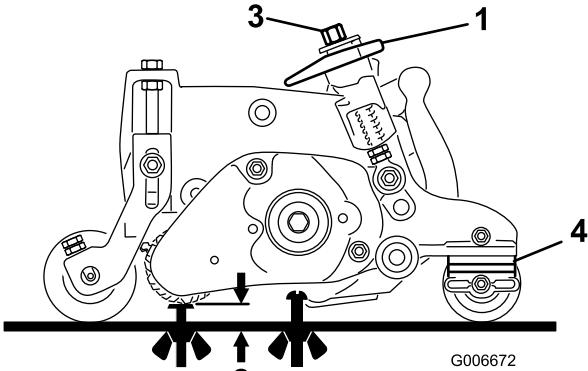

Рисунок 42
3. Поверните рычаги быстрого подъема (Рисунок 42) в положение «Включено» (рукойтка направлена в сторону передней части режущего блока). Для настройки мерной планки используйте таблицу рекомендуемых диапазонов высоты скашивания (Height of Cut, HOC) и высоты механической щетки (Height of Groom, HOG).
4. С одной стороны барабана механической щетки измерьте расстояние от самого нижнего конца лопасти щетки до рабочей поверхности (Рисунок 42). Поднимайте или опускайте кромку лопасти механической щетки на требуемую высоту, поворачивая ручку регулировки высоты (Рисунок 42).